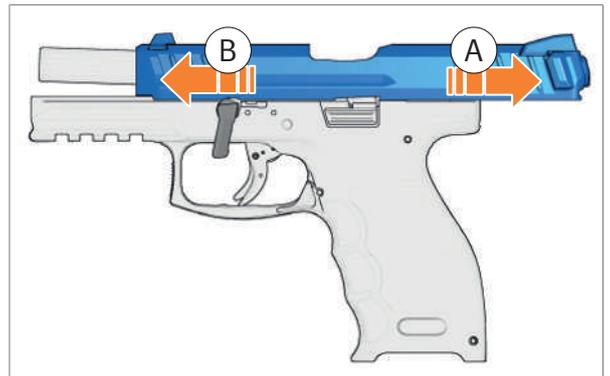

Abb. 61: Verschluss vom Griffstück schieben
4. Verschluss nach hinten ziehen und halten (Abb. 61).
5. Verschluss langsam nach vorne führen und vom Griffstück schieben (Abb. 61).